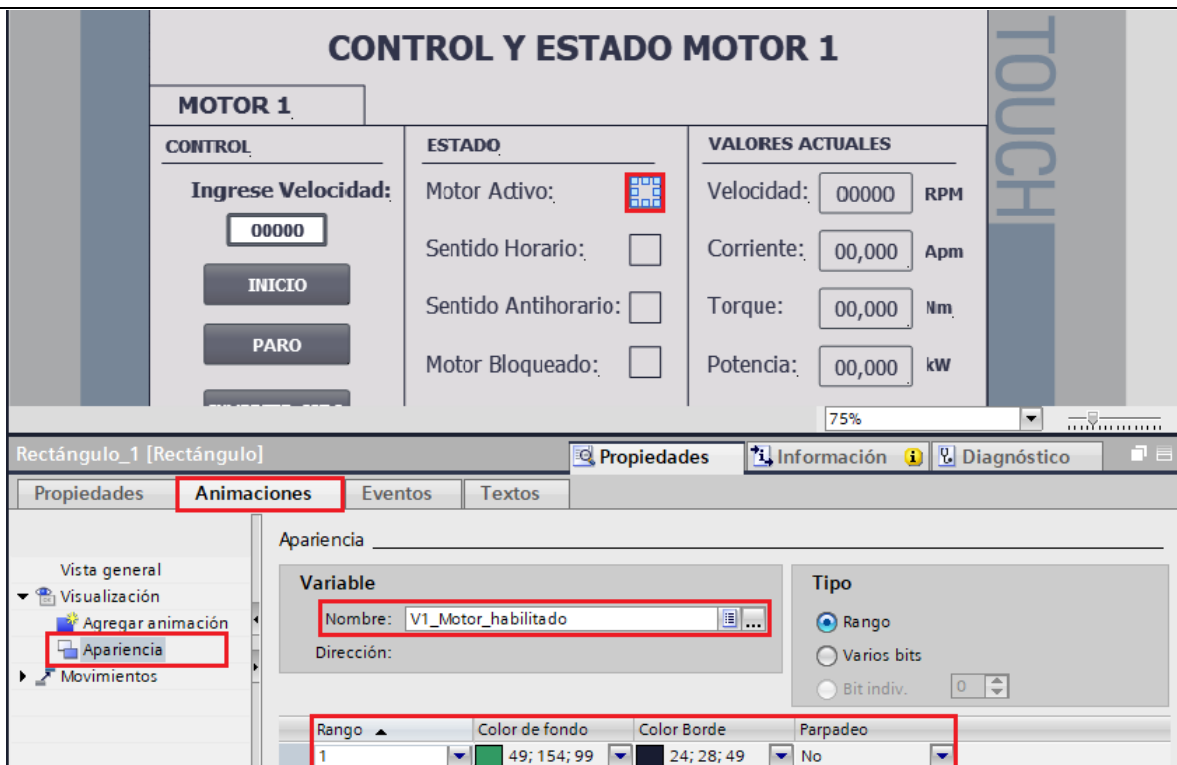

Figura 52. Configuración estado Motor Activo.
(3) Configuración de campo “ESTADO”.
- En “Rango” seleccionar “1” y en “Color de fondo” seleccionar el color “Verde” (ver Figura 52)